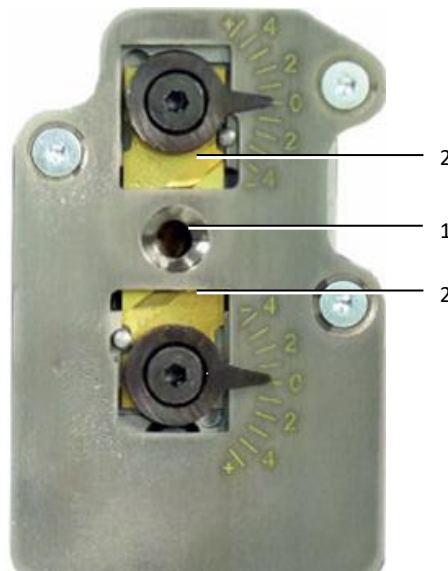

图 24: 剥线单元
- 用刷子清洁钻孔（图 24，项号 1）周围的区域。
- 检查刀具（图 24，项号 2）。必要时更换刀片（参见章节 8.3 “更换剥线刀”）。